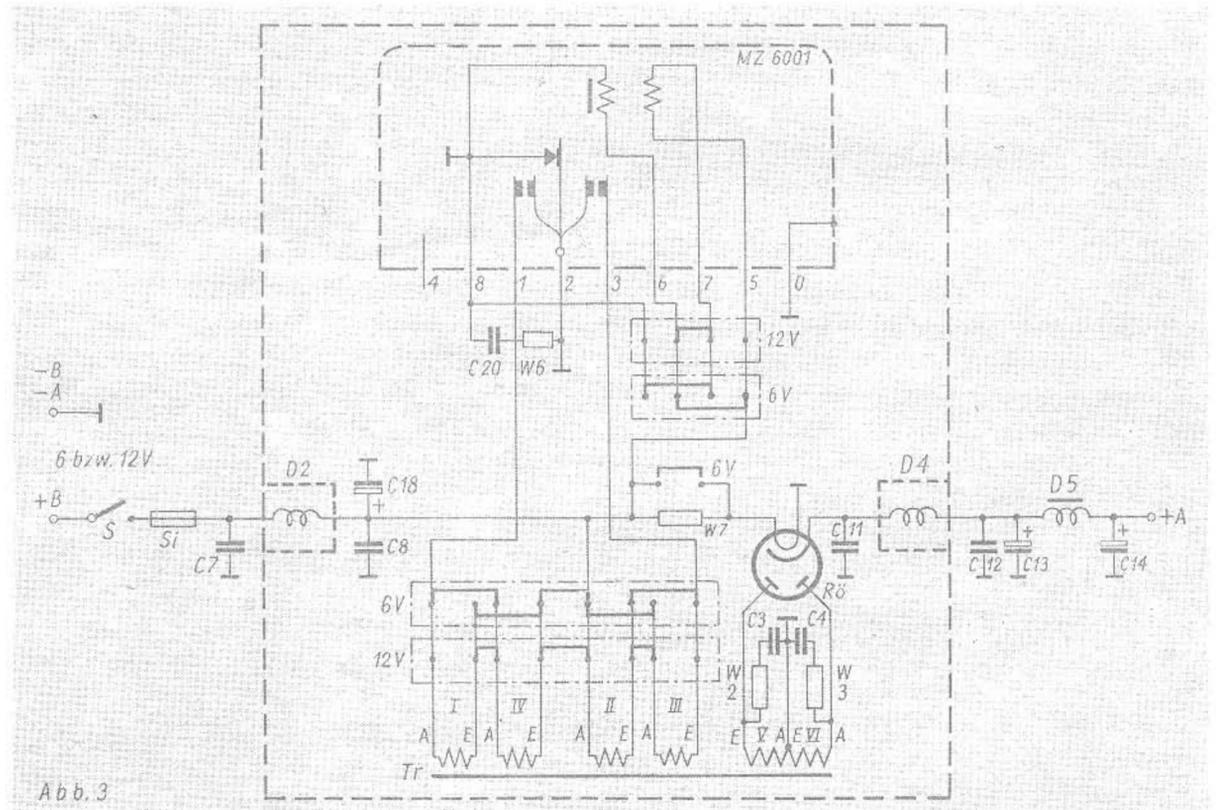

Abb. 3
In Abb. 2 und 3 bringen wir zwei charakteristische Schaltbilder von Zerhackergeräten. In der ersten Schaltung ist der W Gl 2,4a verwendet, bei dem die Gleichrichtung über die eigenen Kontakte erfolgt. Das Gerät sei aus einem 2-Volt-Sammler gespeist, der gleichzeitig auch der Röhrenheizung, z. B. von direkt geheizten K-Röhren, dient. Für die Röhrenheizung ist deshalb eine Heizstromglättung vorgesehen. Außer der Anodenspannung liefert das Gerät zwei Gittervorspannungen. Abb. 3 zeigt eine Schaltung für den Zerhacker MZ 6001. Die Gleichrichtung wird in diesem Beispiel durch eine Zweiweggleichrichterröhre besorgt. Das Gerät ist umschaltbar und für den Anschluß an einen 6- bzw. 12-Volt-Akku geeignet. Der Empfänger sei mit indirekt geheizten E-Röhren bestückt. Dadurch erübrigt sich nicht nur die Heizstromglättung sondern auch die Gitterspannungsversorgung, da diese im Empfänger durch Katodenwiderstände erzeugt wird.
- $C_{13}$ ... $C_{14}$  ca. 10  $\mu F$ /250 V (Abb. 2); ca. 10  $\mu F$ /400 V (Abb. 3).
- $C_{18}$  50...250  $\mu F$ /6 V (Abb. 2); 50...250  $\mu F$ /20 V (Abb. 3).
$Tr$  für Gerät nach Schaltung Abb. 3, das beispielsweise primär für 6 (12) Volt, sekundär für ca. 250 V bei 20 mA ausgelegt sei:
aus einem uns zugängigen Kugellager stammen, einen Trieb zusammenstellen. Bei geschickter Anordnung läßt sich dieser Schnell-Feintrieb mit einer Skala zusammenbauen. Damit der Knopf nicht zu weit aus dem Apparat steht, kann man ihn durch eine größere Bohrung im Paneelbrett etwas versenken. Aus dem Zusammenstellungsbild Abb. 3 lassen sich alle 12 Teile leicht erkennen. Die anzutreibende Achse hat einen Durchmesser  $d$  von 6 mm. Sie muß allerdings stark gekürzt werden. Sollte zwischen der Anlage von Teil 5 und der Einzelteilplatte eine Befestigungsmutter stören, so braucht man nur den Gewindebolzen Teil 6 entsprechend länger zu wählen.